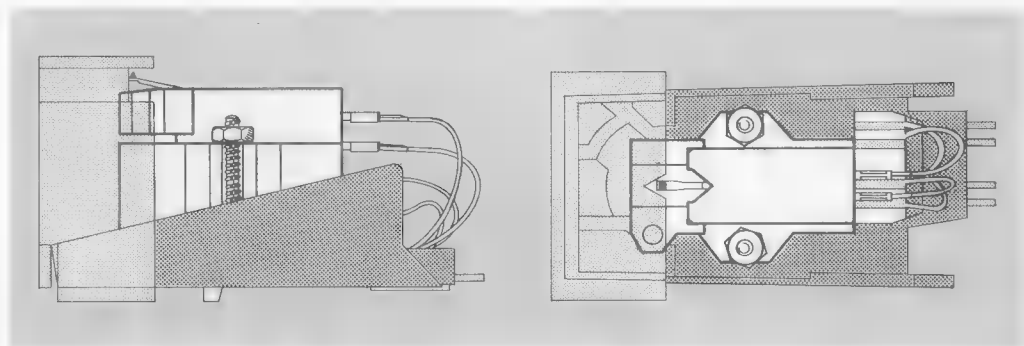

Fig. 26
2. Befestigen Sie das Tonabnehmersystem unter Verwendung des dem Tonabnehmersystem beigelegten Zubehörs auf dem Systemträger. Zu beachten ist, daß das Tonabnehmersystem mit der Systemlehre am geometrisch richtigen Ort im Systemträger montiert wird (Fig. 26).
2. Using the hardware provided, mount the cartridge on the cartridge holder. Use the gauge to make sure that the cartridge is mounted in the geometrically proper place in the cartridge holder (Fig. 26).